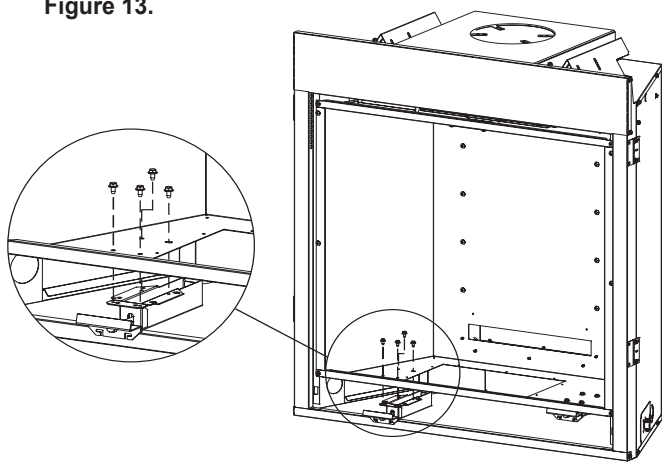

Figure 13
9. Déposer les quatre vis n° 10 X 1/2 po fixant l'ensemble de loquet au-dessous de l'âtre et les mettre de côté. **Voir Figure 13.**
12. Reposer l'ensemble de loquet déposé à l'étape 9. **Voir Figure 13.**